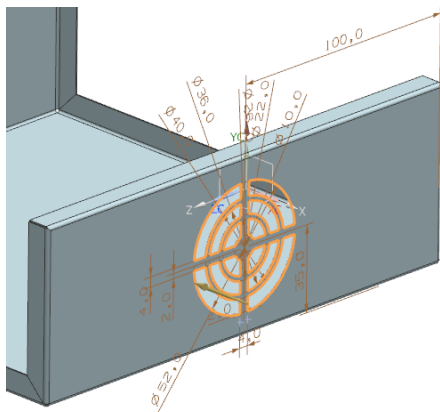

图 6-94 选择截面
(4) 在视图区选择要创建除料特征的截面，如图 6-94 所示。